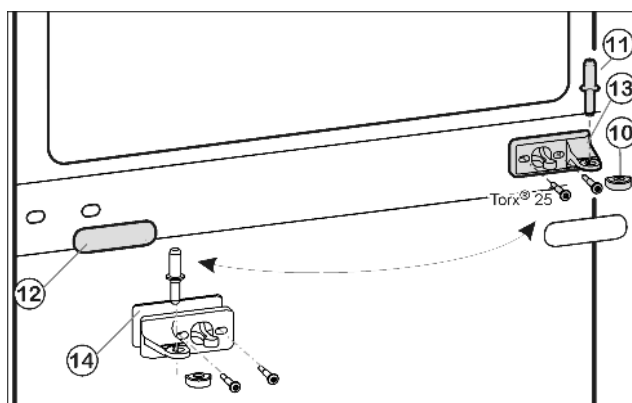
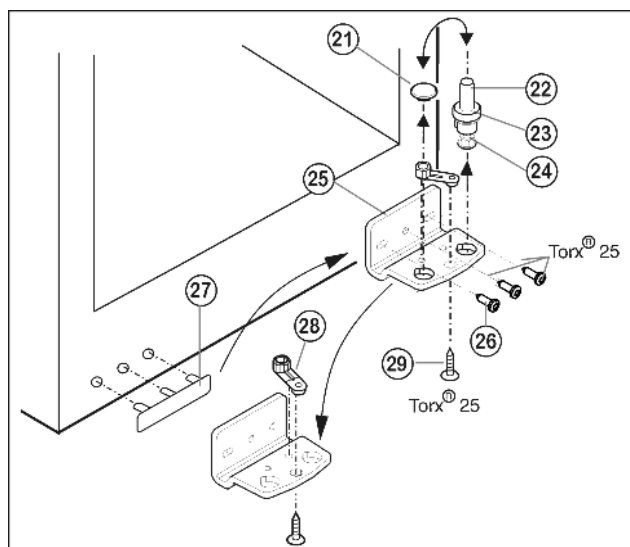

Fig. 9
Fig. 10
- ▶ Træk lejebolten i midten Fig. 9 (11) ud af lejekonsollen og den nederste dør.
- ▶ Træk plasthætten Fig. 9 (10) af.
- ▶ Skru lejekonsollen i midten Fig. 9 (13) af (2 gange Torx® 25).
- ▶ Tag afdækningsblænden Fig. 9 (12) forsigtigt af.
- ▶ Lejekonsol midte Fig. 9 (13) med underlag Fig. 9 (14) drejes 180° og skrues så fast (med 4 Nm) på den nye hængselside.
- ▶ Lad afdækningsblænden Fig. 9 (12) gå i hak igen på den nye håndtagsside.
- ▶ Lejebolten Fig. 10 (22) trækkes ud opadtil komplet med plade Fig. 10 (23) og skruefod Fig. 10 (24).
- ▶ Løft proppen Fig. 10 (21).
- ▶ Lejekonsollen Fig. 10 (25) skrues af Fig. 10 (26).
- ▶ Lejedelen Fig. 10 (28) skrues af Fig. 10 (29) og sættes i det overfor liggende hul i lejekonsollen, skru så fast igen.
- ▶ Løft afdækningen på håndtagssiden Fig. 10 (27) forsigtigt af og flyt den til den modsatte side.
- ▶ Lejekonsollen Fig. 10 (25) skrues fast igen på den nye hængselside om nødvendigt ved hjælp af en akkuskrue-trækker (med 4 Nm).
- ▶ Proppen Fig. 10 (21) sættes ind igen i det andet hul.
- ▶ Lejebolten Fig. 10 (22) sættes ind igen komplet med plade og skruefod. Vær herved opmærksom på, at tappen peger bagud.
- ▶ Sæt den nederste dør oppefra på lejebolten fornedet *Fig. 10 (22)*.
- ▶ Sæt igen plasthætten *Fig. 9 (10)* på lejekonsollen i midten *Fig. 9 (13)*.
- ▶ Sæt lejebolten i midten *Fig. 9 (11)* i den nederste dør på den nye hængselside gennem lejekonsollen i midten *Fig. 9 (13)*.
- ▶ Sæt den øverste dør på lejebolten i midten *Fig. 9 (11)*.
- ▶ Justér eventuelt de to døre via de to langhuller i lejekonsollen fornedet *Fig. 10 (25)* og lejekonsollen i midten *Fig. 9 (13)*, så de flugter med apparatkabinettet. Skru til dette formål den midterste skrue ud i lejekonsollen fornedet *Fig. 10 (25)*.